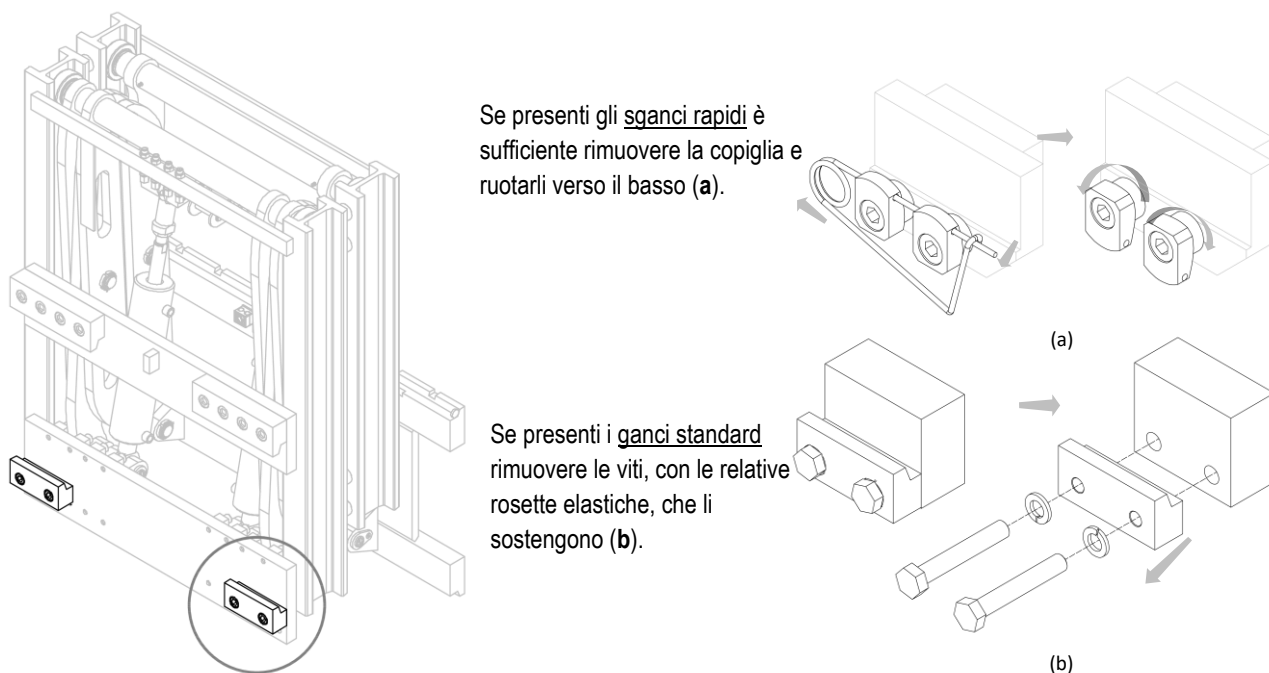

Figura 2
4. Rimuovere i ganci inferiori dall'attrezzatura (vedi *Figura 2*).
2. Rimuovere i ganci inferiori dalla struttura (vedi *Figura 2* a pag.9).